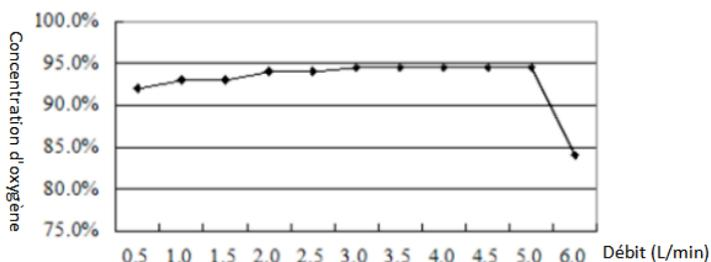

Figure 2
- 10) Lorsque la pression nominale de sortie est égale à 0, le diagramme de fonction de la concentration en oxygène et du débit est illustré à la figure 2 :